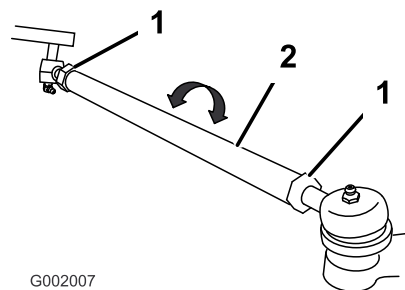

Figure 49
- Si les mesures sont hors spécifications, desserrez les écrous de blocage aux deux extrémités des biellettes (Figure 49).